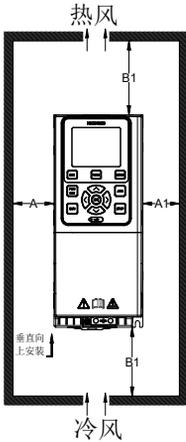

图2-19 C2~C8机型安装图
2) 安装空间遵照图2-19、2-21所示，保证变频器的散热空间。但布置时请考虑柜内其它器件的散热情况；